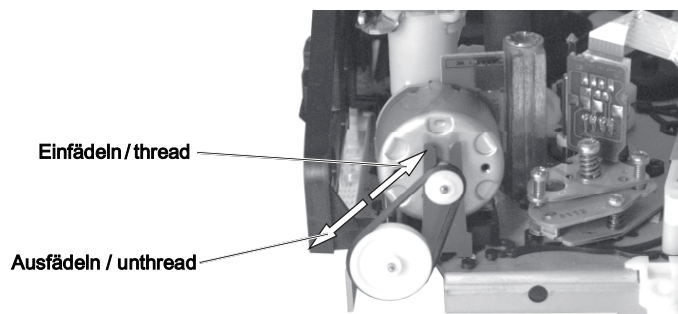
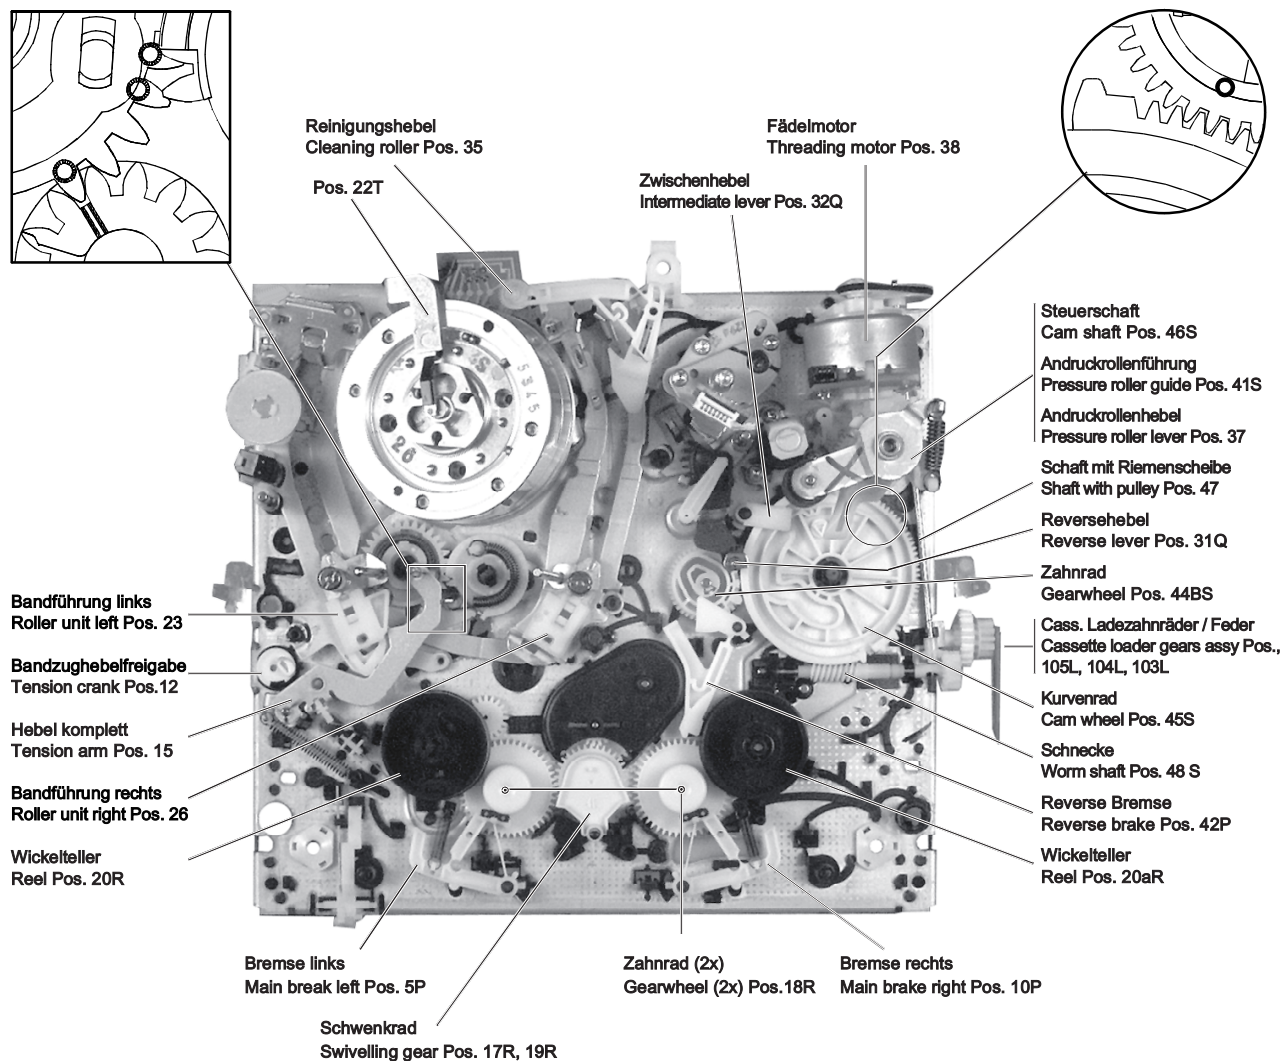
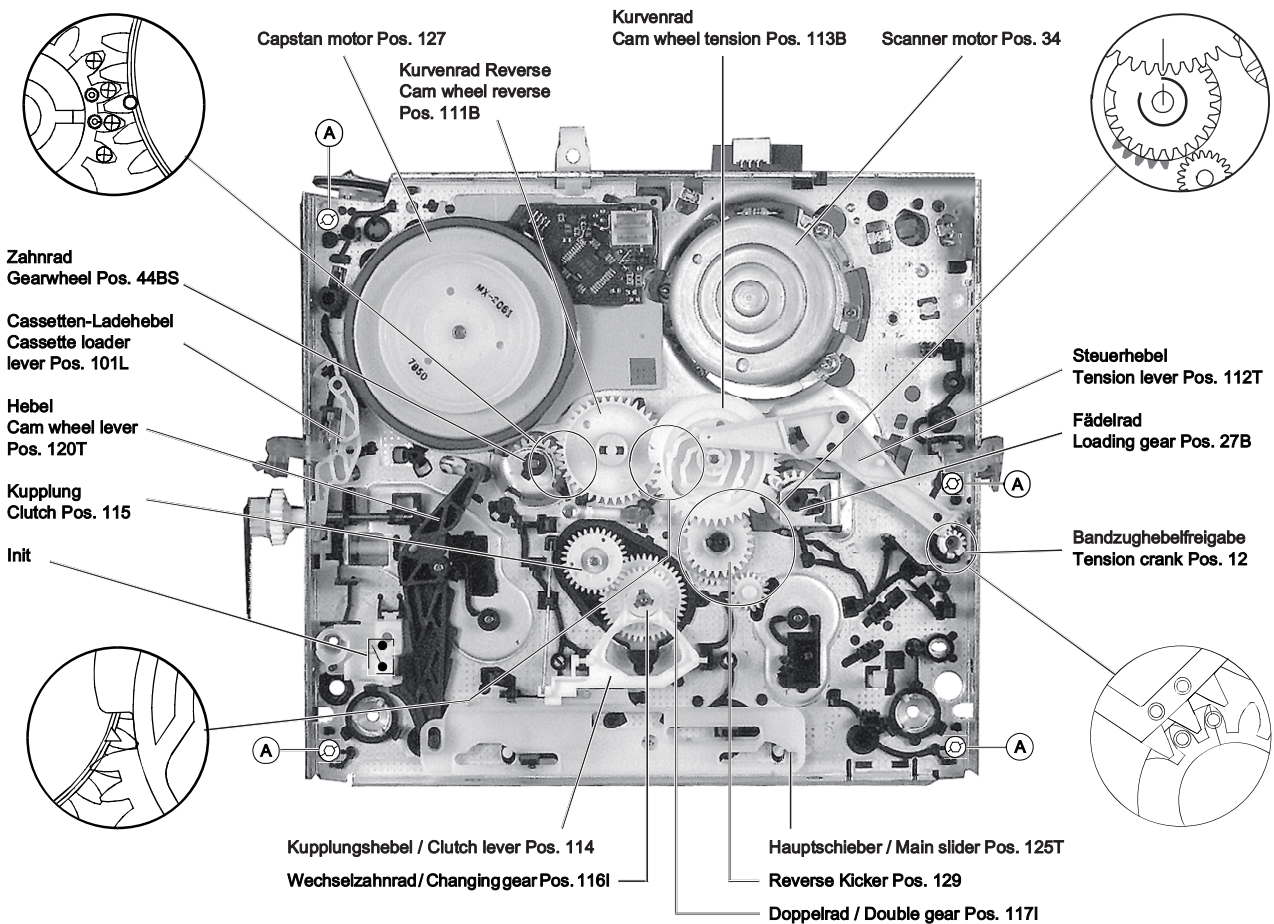
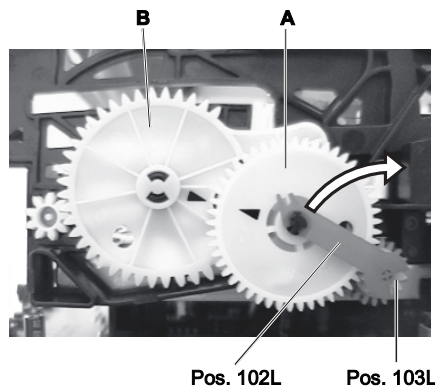

Fig. 3
Fig. 4
Fig. 5
Fig. 6
- Fädelmotor drehen (Fig. 3), bis der Cassettenschacht abgesenkt ist.
Wenn nach dem Drücken der Eject-Taste das Laufwerk nicht ausfädeln und die Cassette auswirft, kann dies auch von Hand durchgeführt werden. Dazu ist das Antriebsrad des Fädelmotors zu drehen (Fig. 3). Um Bandschlaufen zu vermeiden, muß wechselweise auch der Capstanmotor (Pos. 127, Fig. 5) entgegen dem Uhrzeigersinn bewegt werden, bis das Band komplett in der Cassette aufgewickelt ist.
- Turn the threading motor (Fig. 3) until the cassette compartment is down.
If the tape deck does not unthread and eject the cassette by pressing the Eject button this function can also be effected manually by turning the driving gear at the threading motor (Fig 3). To avoid slackening of the tape, turn the capstan motor (counterclockwise, Pos. 127, Fig. 5) and the driving gear alternately until the tape is completely wound up in the cassette.
Nachfolgend sind die markierten und gerichtet einzubauenden Teile der Ober- und Unterseite im Detail dargestellt (Fig. 4, Fig. 5).
- Antriebsrad des Fädelmotors in Drehrichtung "Einfädeln" (Fig. 3) so weit drehen, bis das Zahnrad (Pos. 103L, Fig. 6) entriegelt ist.
- Klammer (Pos. 102L) von der Achse des Zahnrades "A" lösen (Fig. 6).
- 4 Befestigungsschrauben (A) (Fig. 5) des Cassettenschachtes an der Unterseite entfernen.
- Turn the driving gear of the threading motor in the "threading" direction (Fig. 3) until the gearwheel (Pos. 103L, Fig. 6) disengages.
- Release the bracket (Pos. 102L) from the shaft of gearwheel "A" (Fig. 6).
- Unscrew the 4 screws (A) (Fig. 5) on the underside of the cassette compartment.
- Cassettenschacht abgesenkt und Zahnrad "A" (Fig. 6) eingerastet.
- Hinweis:** Bei Cassettenliftzahnradern (A und B, Fig. 6) mit Markierungspfeilen müssen die Pfeile zueinander zeigen.
- Cassettenschacht mit den 4 Schrauben (A) (Fig. 5) unten befestigen.
- Klammer (Pos. 102L) auf der Achse des Zahnrades "A" einrasten (Fig. 6).
- Cassette compartment down, gearwheel "A" (Fig. 6) engaged.
- Note:** For video recorders which are fitted with cassette lift gear wheels (A and B, Fig. 6) marked with arrows, the arrows must show towards each other.
- Fasten the cassette compartment with the 4 screws (A) (Fig. 5) at the bottom.
- Place the bracket (Pos. 102L) onto the shaft of gearwheel "A" and lock it in (Fig. 6).